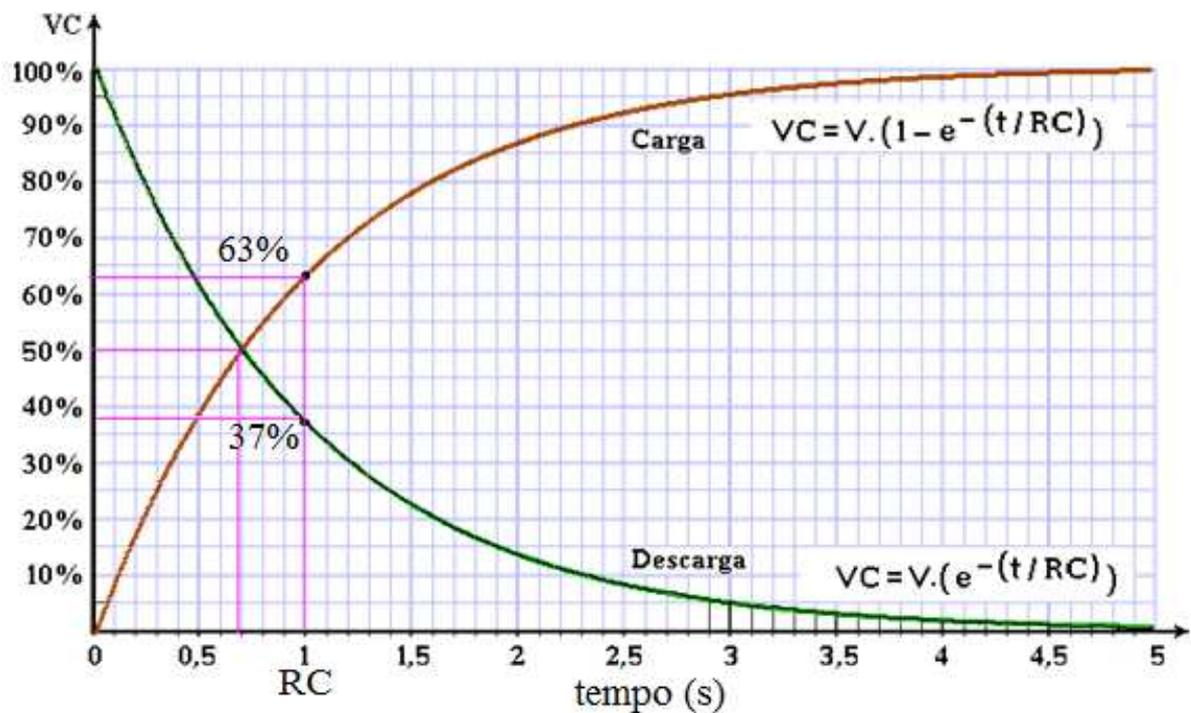

Figura 5-2: V vs t nas duas situações de carga e descarga do capacitor C.
Na Figura 5-2 são apresentadas as curvas correspondentes às duas situações estudadas.
1. Reconheça os capacitores e anote: valores nominais (C), polarização, valores máximos de ddp (V_C). Nunca ultrapasse a tensão máxima indicada no corpo do capacitor, pois pode danificá-lo de maneira irreversível. Para medir a Capacitância com o multímetro e/ou com medidor RC digital, certifique-se que o capacitor a ser testado esteja descarregado. Para descarregar um capacitor, deve-se ligar um resistor de 100 ou 10 Ω entre os seus terminais (quando se coloca os seus terminais diretamente em curto-circuito, podem ocorrer danos ao dielétrico do mesmo). Utilize a função de medida de tensão DC do voltímetro para confirmar que o capacitor esteja descarregado.
3. Para $C=47 \mu\text{F}$ avalie e anote o produto $\tau=RC$. Considere que vocês terão que levantar um gráfico de valores de tensão sobre o capacitor para alguns valores de tempo de carga e descarga (Figura 5-2), tempo RC curto o que dificulta a aquisição de pontos suficientes para o gráfico. Para valores de capacitância em farad (F) e resistência em ohms (Ω) o produto RC é dado em segundos (s).
- Trace os gráficos de ddp vs tempo, em papel milimetrado para a carga e descarga. Construa de tal modo que as duas curvas sejam colocadas no mesmo gráfico. Discuta os comportamentos encontrados e determine o valor experimental da constante de tempo RC (ver Figura 5-2).